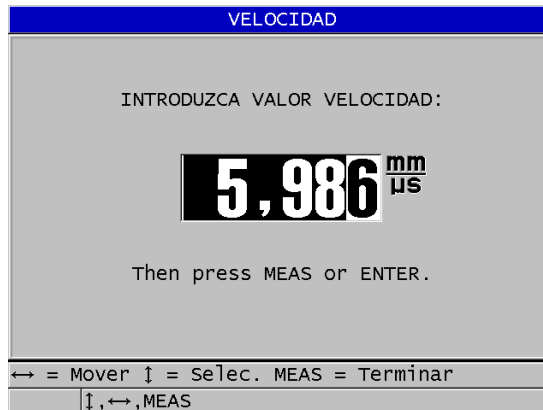

Figura 5-7 Introducción de la velocidad de sonido conocida del material
2. En la pantalla **VELOCIDAD** (véase la Figura 5-7 en la página 80), utilice las teclas de dirección para modificar el valor conocido de la velocidad del sonido.